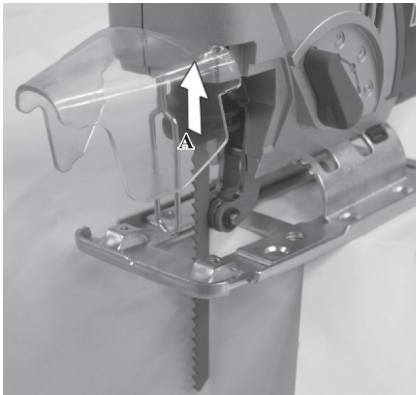

Fig. 2
6.2 Montering af savklinge (Fig. 2)
- Skub savens spændebojle (Fig. 2, A) op og hold den fast